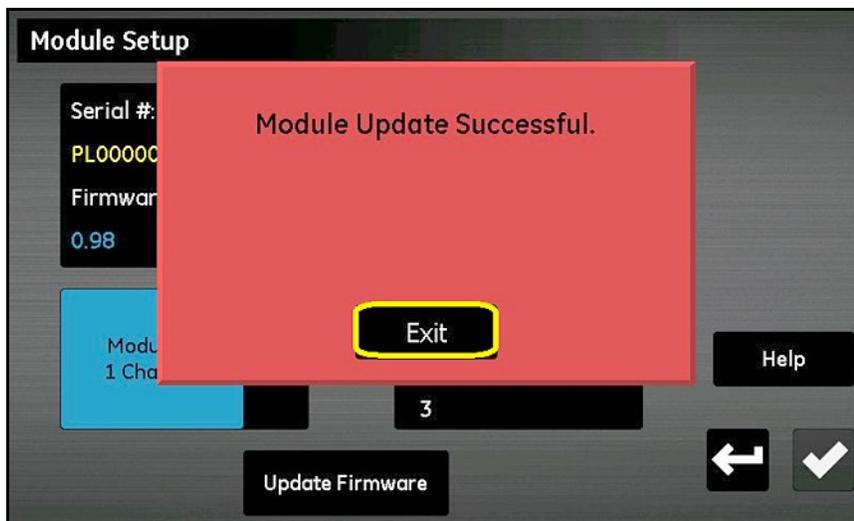

Figura 98: Instalación correcta
- Una vez finalizada la actualización (consulte la *Figura 98*), el medidor solicita que se salga del sistema. Pulse el botón **Salir**.